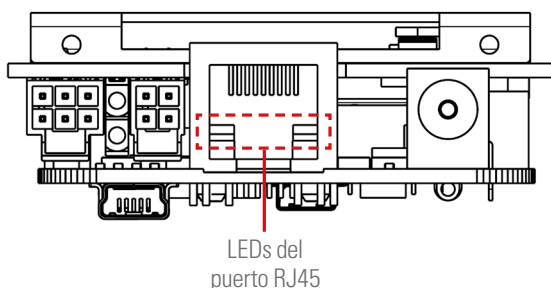

Fig. 5. Conexión del cable RJ-45
3. Conectar un cable RJ45: un extremo en la tarjeta y el otro a la toma de Ethernet. Los LED del puerto RJ45 de la tarjeta deberán encenderse. Ver Fig. 5.